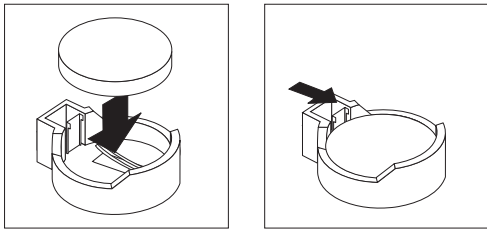

图 47. 插入新电池
- b. 将电池向下按入电池座，直到电池“咔嗒”一声滑到电池夹下为止，如图 47 所示。